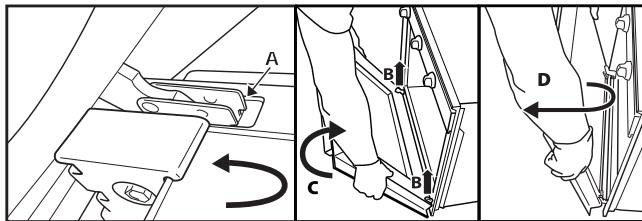

Bild 2
3. Stäng luckan till spärren (A), lyft den (B) och vrid runt den (C) tills den lossnar (D) (fig. 2).